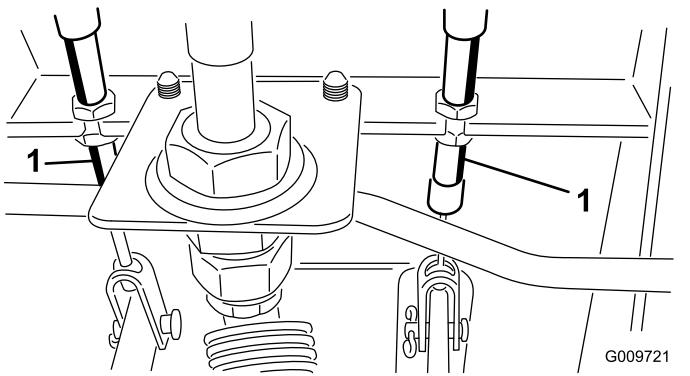

図 99
- A. ブレーキケーブル図 99 の端にある前ナットをゆるめる。